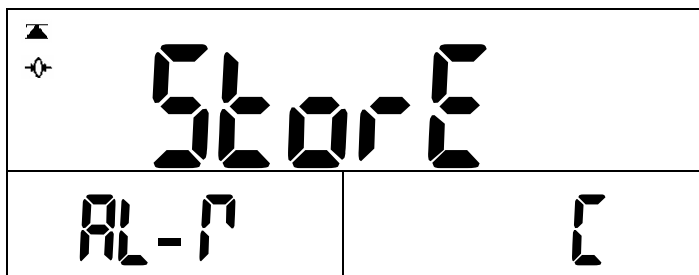

图 30
- d. 按**确认**键后存储报警类型，用**扣重**键选择重量(W)或数量(C——默认)报警，显示如（图 30）。